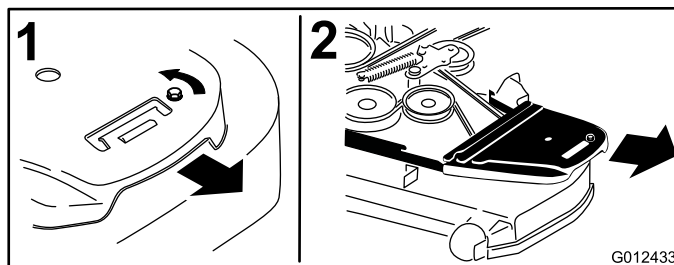

Figura 55
4. Rimuovete i paracinghia e i relativi bulloni (Figura 55).